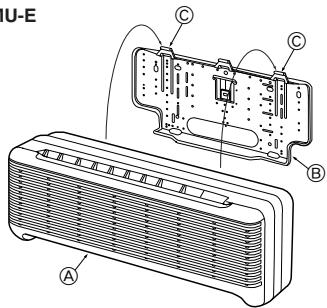

Fig. 3-11
3.5. Montaje de la unidad de interior (Fig. 3-11)